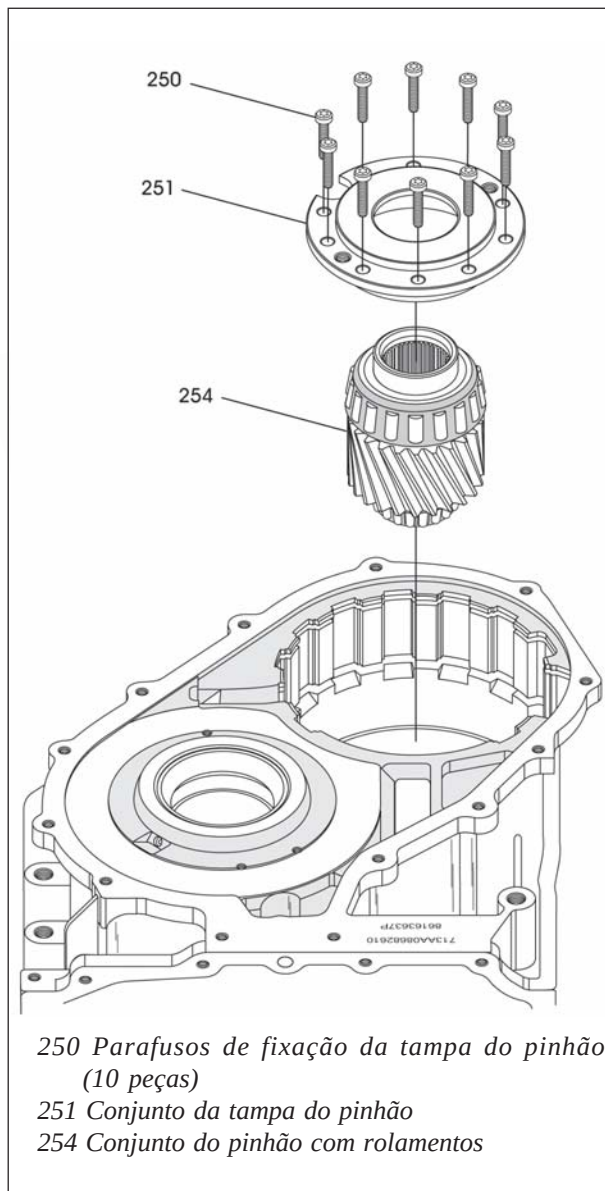

Figura 93
5. Instale o pinhão com seus novos rolamentos na carcaça, conforme mostra a figura 93.
6. Instale a tampa do conjunto do pinhão junto com as capas na carcaça, conforme mostra a figura 93.
7. Instale os 10 parafusos de fixação do conjunto da capa do pinhão, conforme mostra a figura 93.